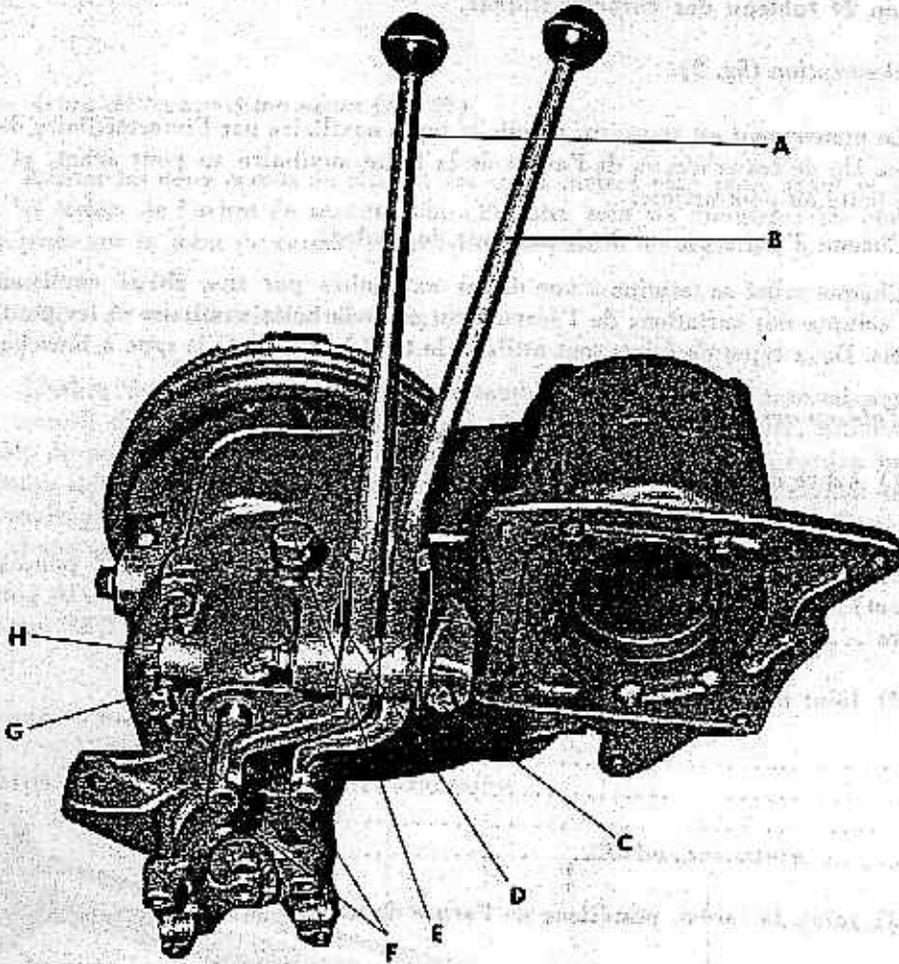

FIGURE 29. — Leviers de commande de boîte auxiliaire.
7) Leviers de commande (fig. 29).